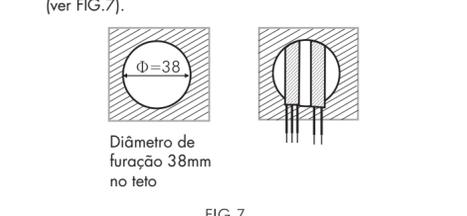

FIG.7
3.4.1 Para instalar o detector, corte um círculo de 38mm de diâmetro no teto falso e passe por ele o cabo de alimentação. (ver FIG.7).